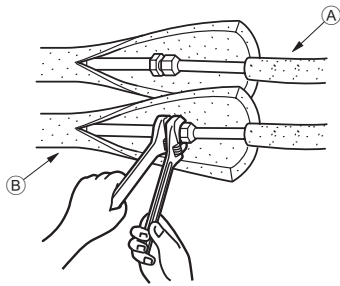

Fig. 4-3
4.3. Trabajo de instalación de la tubería del refrigerante (Fig. 4-3)